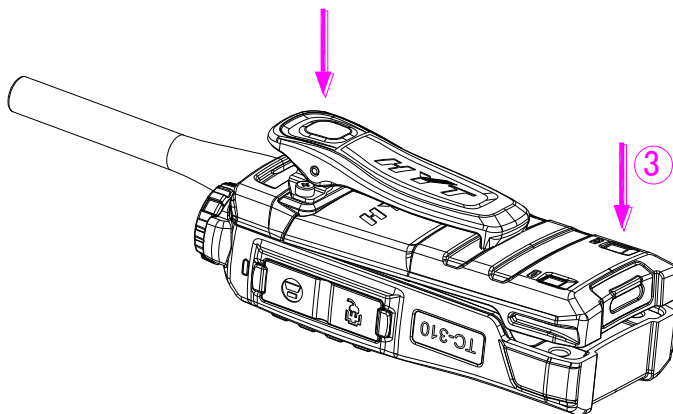

图 2
2. 沿箭头 ③ 所示方向轻压电池底部，直至“咔嗒”一声，电池与主机底部将扣紧，这时电池安装完毕。如图 2 所示。